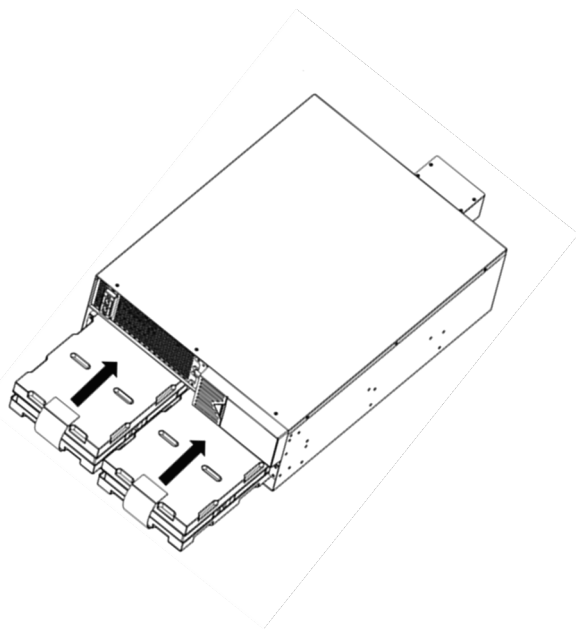

Figure 5
- 4) Faites glisser le(s) ancien(s) module(s) de batterie hors du boîtier de batterie et remplacez-le(s) par le(s) nouveau(x) module(s) de batterie. (Figure 5)